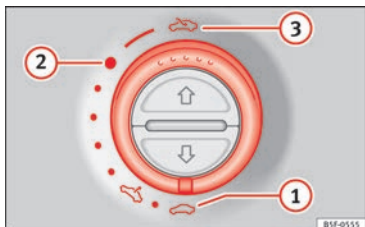

Fig. 11 Nel rivestimento interno del tetto: girare l'interruttore per aprire e chiudere.
- Apertura: girare la manopola sulla posizione » **fig. 11** ③.
- Posizione comfort: girare la manopola sulla posizione » **fig. 11** ②.
- Chiusura: girare la manopola sulla posizione » **fig. 11** ①.